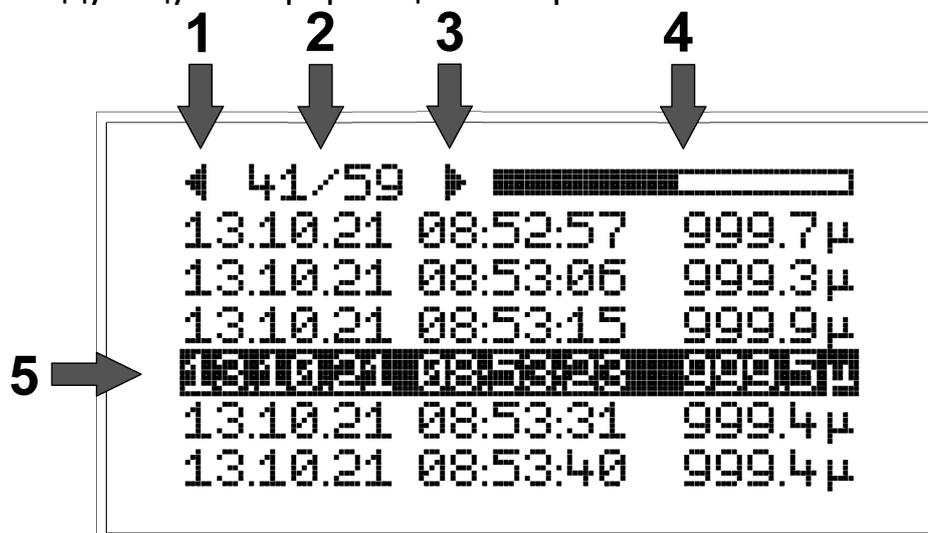

Рис. 10. Экрана прибора MOM-644 в режиме просмотра журнала.
2.6.1. Структура экрана журнала измерений. Экран журнала измерений содержит следующую информацию см. рис. 10.